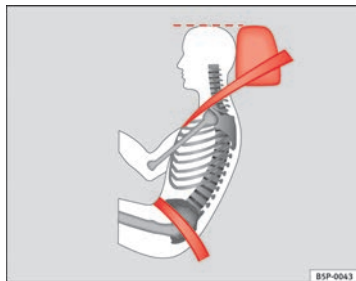

Fig. 13 Posição da faixa do cinto de segurança e do encosto de cabeça regulados correctamente, vistos de lado
- A faixa inferior do cinto de segurança deve passar na zona pélvica, mas nunca por cima do abdômen. O cinto de segurança deve ficar direito e bem ajustado à zona pélvica ⇒ Fig. 13. Se necessário, encurtar um pouco a faixa do cinto de segurança.